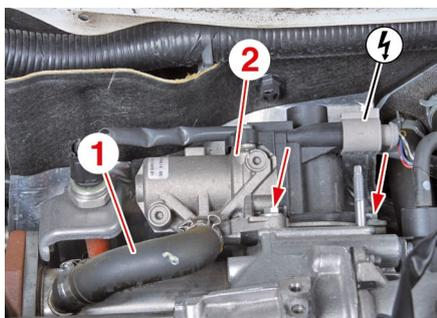

Fig. 18
- il manicotto **(1)** (Fig. 18),
- la valvola EGR **(2)** (Fig. 18).